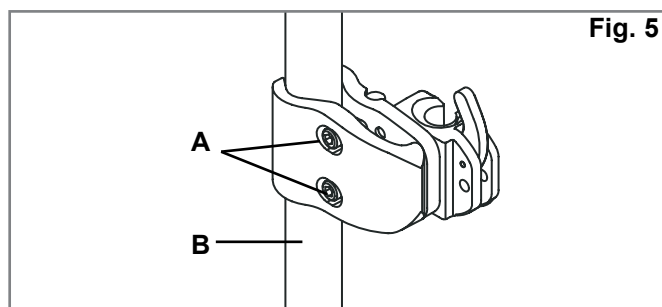

Fig. 5
3. Come montare i supporti (Fig. 5)
- a. Allentare le viti di fermo (A) con la brugola da 4 mm in dotazione. NOTA- Per i montanti con un diametro maggiore rimuovere completamente le viti di fermo.
- b. Fissare e allineare il supporto al montante dello schienale (B).
- c. Stringere le viti di fermo a mano (A). NOTA: Per un allineamento corretto potrebbe essere necessario regolare ulteriormente i supporti lateralmente.